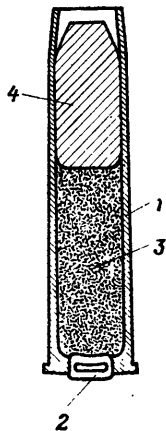

Рис. 25. Боевой патрон в разрезанном виде:
22. Боевой револьверный патрон (рис. 25) состоит из гильзы, капсюля, заряда и пули.